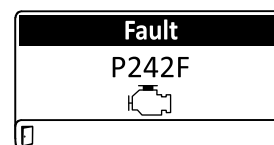

Figure 49
- Avertissement moteur (Figure 49)